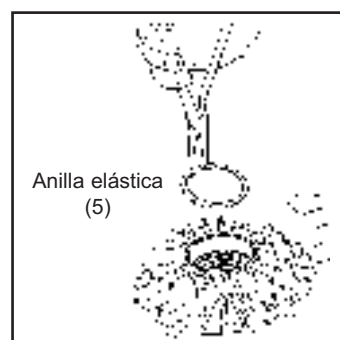

Figura 19
3. Con ayuda de pinzas para anillas elásticas, coloque la anilla elástica (5) en el fondo; ver la figura 19.